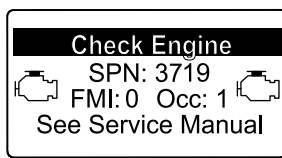

Bild 44
- Motorwarnung SPN 3719, FMI: 0 (Bild 44)